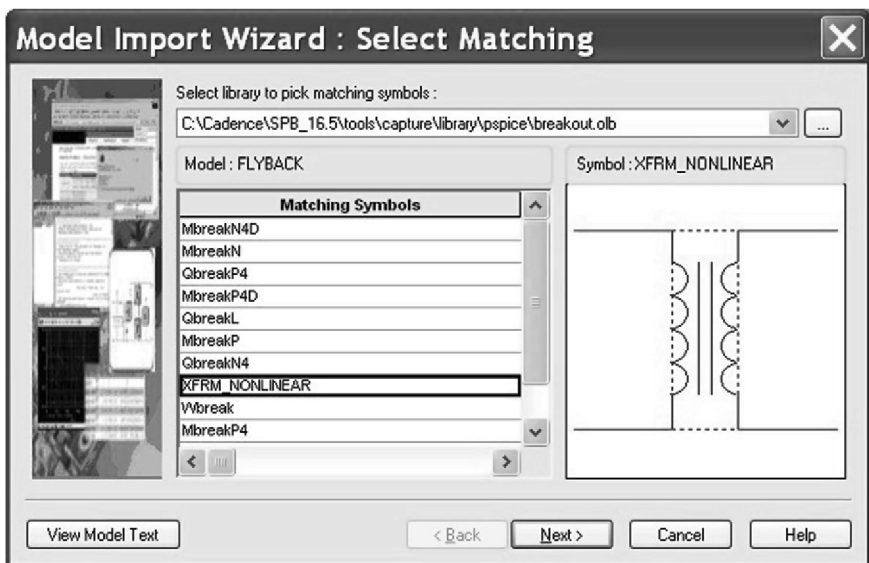

图 21.23 选择匹配的变压器元件符号
7. 图 21.23 的左侧列出与 Flyback 引脚数量一致、模型相匹配的元件符号。选择如图 21.23 所示的 XFRM _ NONLINEAR 变压器元件符号，然后单击 Next > 按钮继续进行设置。